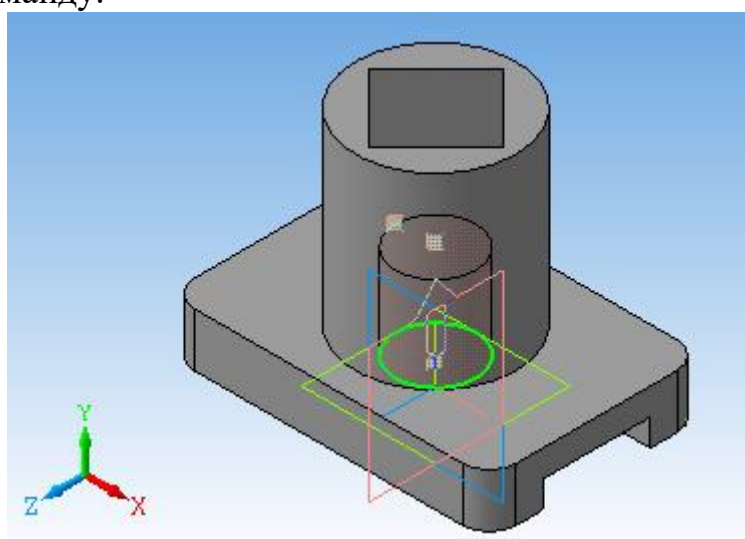

Рис. 8.15
13. Вибрати команду  Редагування деталі -  Вирізати видавлюванням. На Панелі властивостей вибрати Через все (рис. 8.15). Зафіксувати команду.